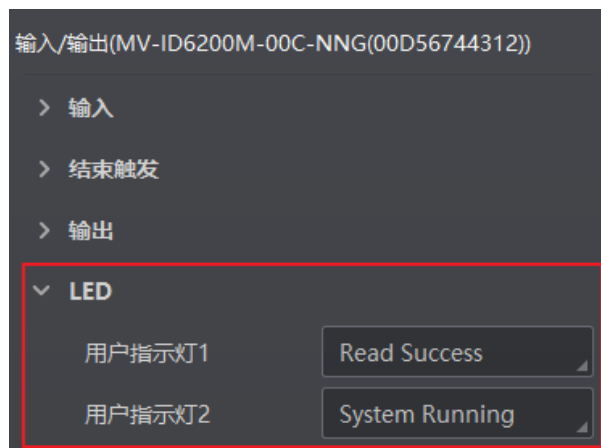

图4-45 进入属性树
1. 进入“输入输出”模块，单击“LED”展开进行指示灯设置，如图 4-45 所示。